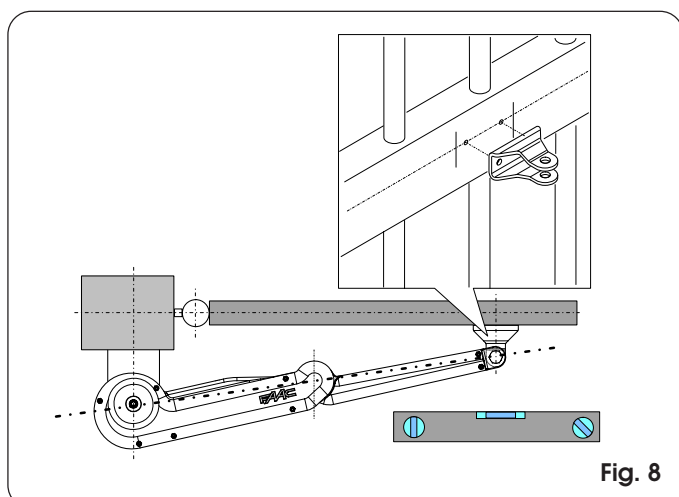

Fig. 8
- Zet de voorste bevestiging provisorisch vast aan de volledig uitgeschoven aandrijving, met 3 uitgelijnde draaipunten (Fig. 8). Laat de bevestiging op de vleugel rusten en teken de bevestigingspunten af. Controleer of de aandrijving en de bevestiging perfect verticaal zijn.
Vergrendel de aandrijving weer zoals wordt aangegeven op Fig. 11, en verzeker u er hierbij van dat de drie draaipunten goed zijn uitgelijnd (zie Fig. 8).